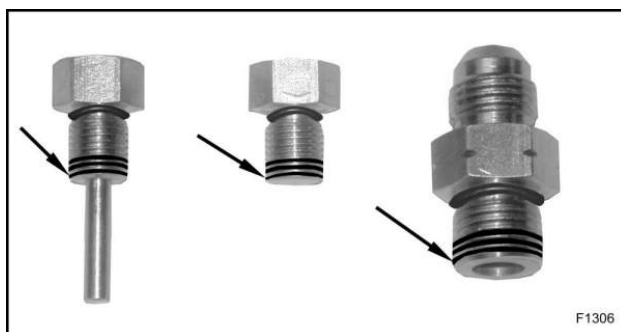

Figure 4 Loctite® 680 sur les trois premiers filets du bouchon d'huile, du bouchon d'orifice, et du raccord d'alimentation en huile.
9. Enduire seulement les trois premiers filets du raccord et des bouchons de Loctite® 680 (Figure 4). Seul le Loctite® 680 peut être utilisé aux fins de cette réparation. Ne pas appliquer plus qu'il n'est nécessaire pour recouvrir les trois premiers filets.
NOTE – L'enduit d'étanchéité Loctite® 680 doit être ajouté seulement sur les trois premiers filets des raccords, tel qu'illustré à la Figure 4.